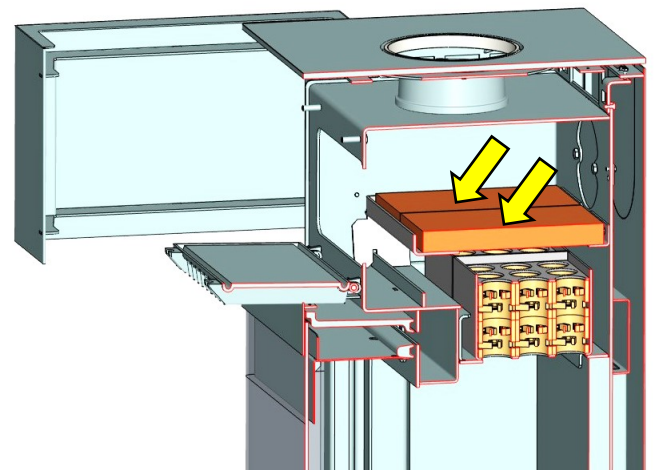

Abb. 14: Position Umlenkplatte
4. Die Umlenkplatte, wie in Abb. 14 dargestellt, einlegen und Revisionsklappe wieder schließen und fest verschrauben.